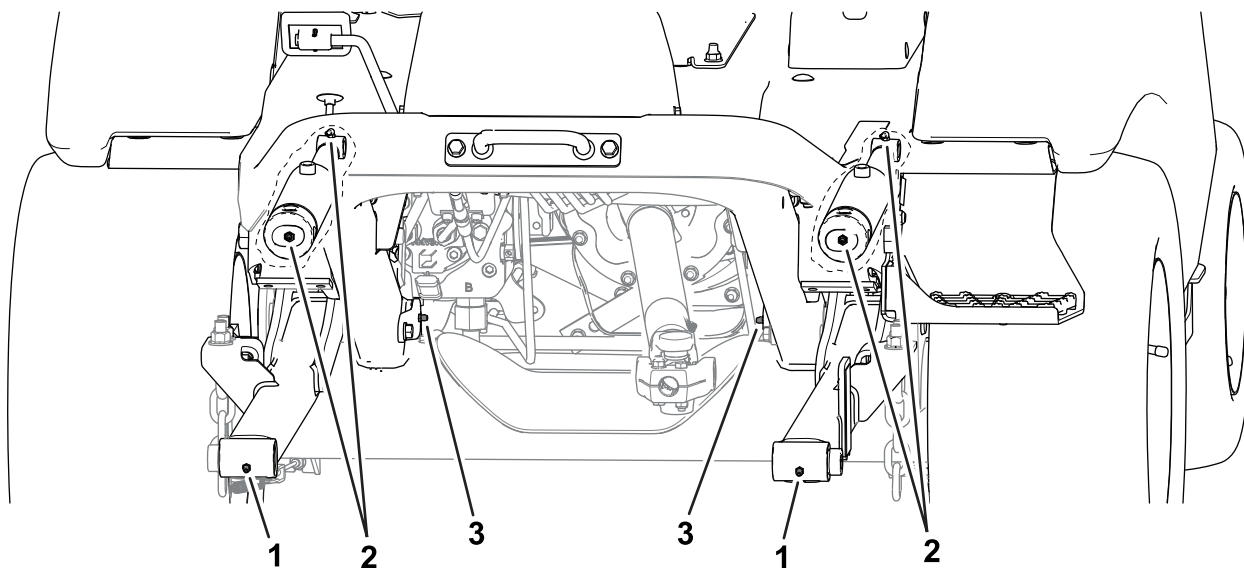

Figura 50
- **Parte anteriore della macchina (Figura 50):**
- Mozzi girevoli dell'attrezzo (2)
- Boccole del cilindro di sollevamento (2)
- Perna di articolazione del braccio di sollevamento (2)